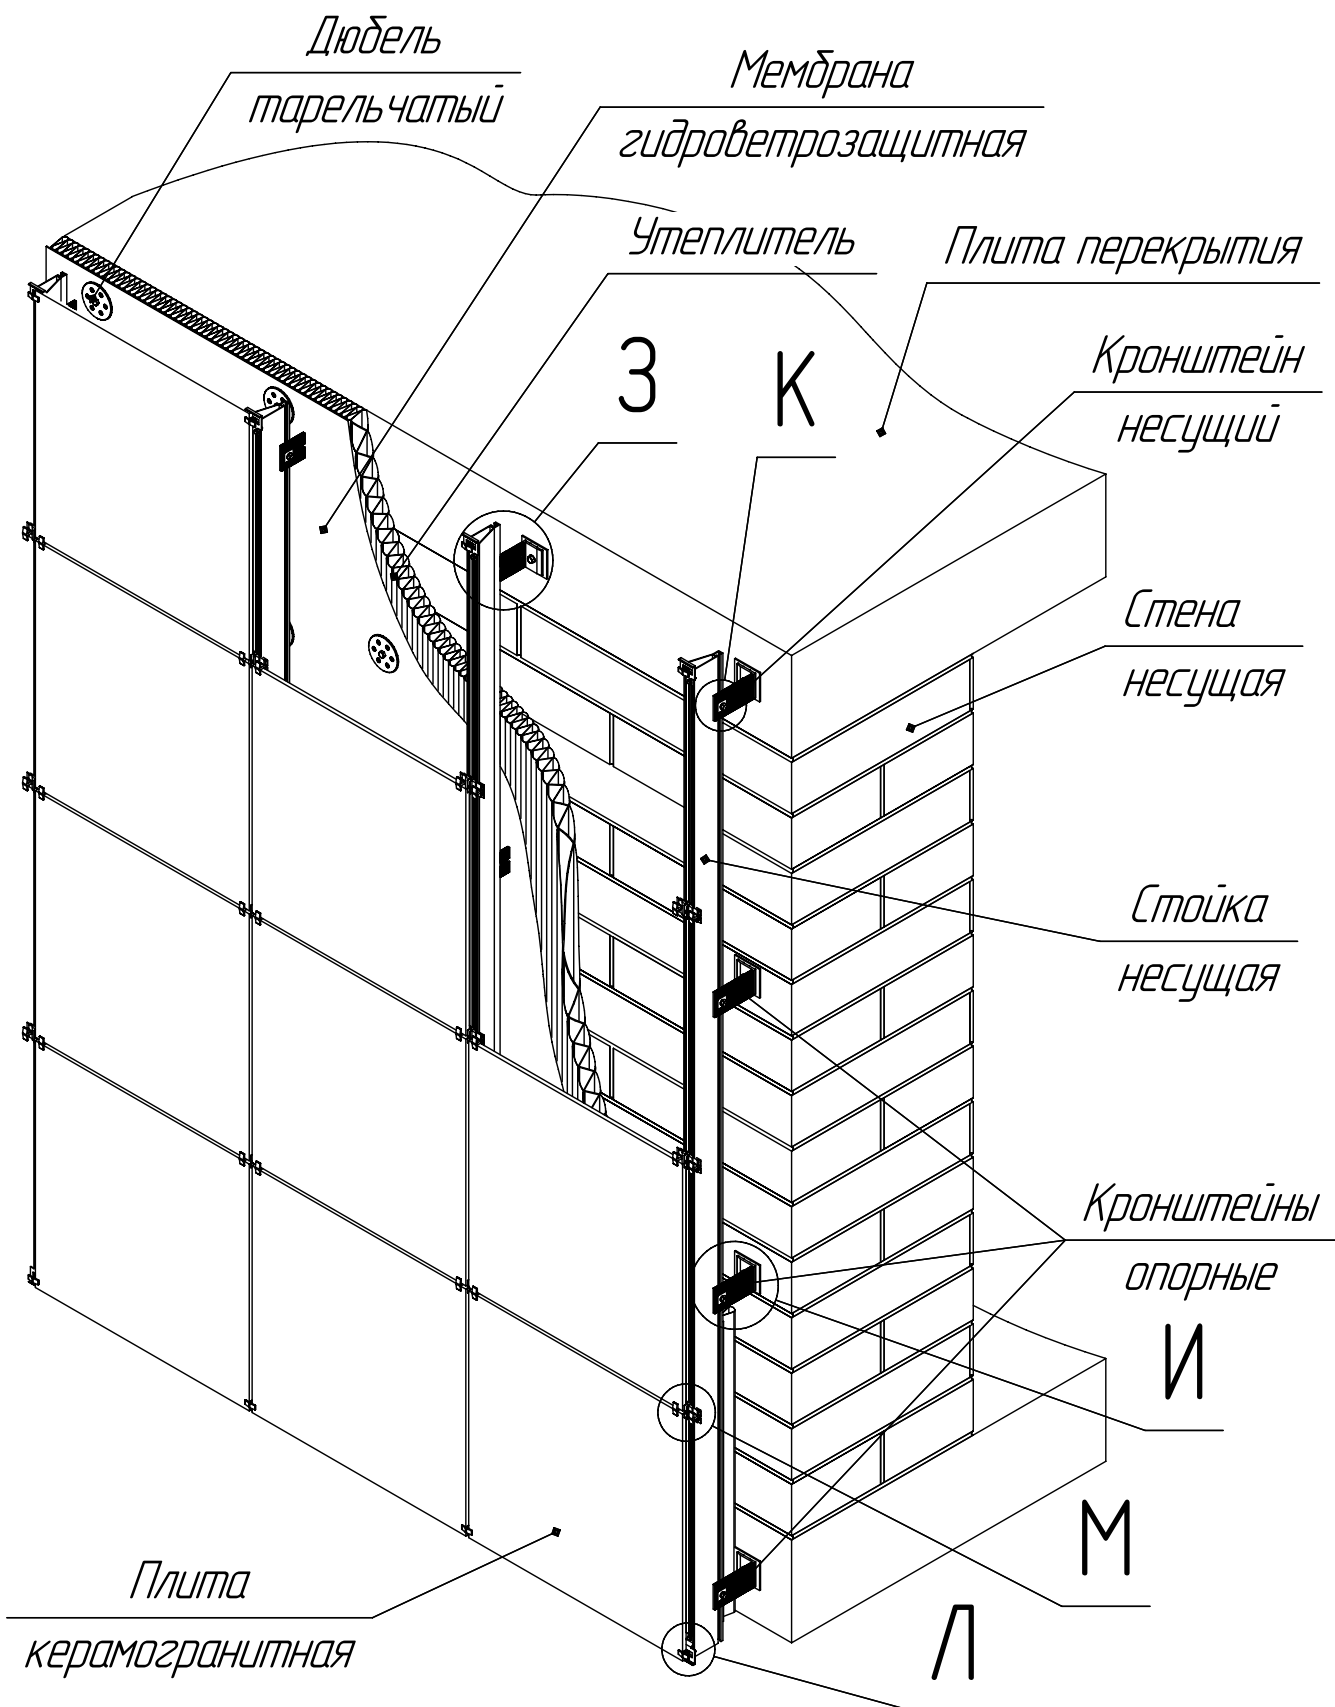

Рис. 5.1 Общий вид фасада, облицованного плитам на "стандартном" участке стены
- 5) Аналогично произвести монтаж плит фасадной системы, выдерживая требуемые размеры зазоров между плитами по шаблонам (см. рис.5.1). При установке верхнего ряда плит использовать торцевую кляммерную салазку. Каждый два ряда смонтированных фасадных плит проверять на вертикальность и горизонтальность граней с помощью лазерного теодолита.